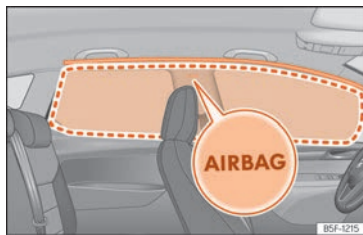

Fig. 30 Ubicación y zona de despliegue del airbag para la cabeza.
Los airbags para la cabeza se encuentran a ambos lados del habitáculo, encima de las puertas »» fig. 30 y su ubicación está indicada con la palabra "AIRBAG".
Al dispararse, el airbag para la cabeza ocupa la zona enmarcada [zona de despliegue] »» fig. 30. Por este motivo, nunca se deberán depositar o fijar objetos en esta zona »» △.
- Asegúrese de que los niños viajen sentados correctamente en sus asientos y no sitúen la cabeza en la zona de despliegue de los airbags para la cabeza »» fig. 30, ya